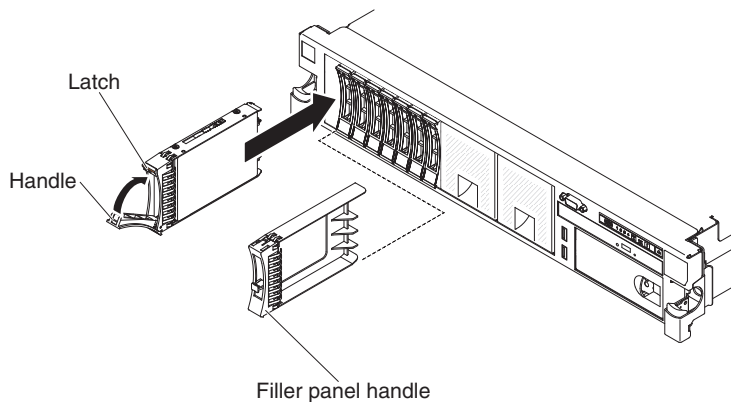

Figura 122. Removendo uma unidade de inicialização 2145-DH8
5. Puxe gentilmente o conjunto de unidades do slot, conforme mostrado em Figura 122 na página 154.